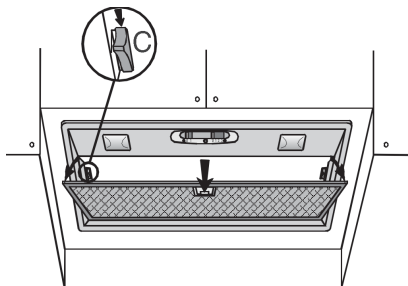

fig.1
2. A l'aide de la poignée, ouvrez le filtre à graisse métallique en poussant vers l'arrière puis vers le bas (fig.1).
3. Poussez les deux fixations (C) vers le bas et enlevez le filtre à graisse métallique (fig.1).
2. A l'aide de la poignée, ouvrez le filtre à graisse métallique en poussant vers l'arrière puis vers le bas (fig. 1).
A l'aide de la poignée, ouvrez le filtre à graisse métallique en poussant vers l'arrière puis vers le bas (fig. 1).
Poussez les deux fixations (C) vers le bas et enlevez le filtre à graisse métallique (fig. 1).